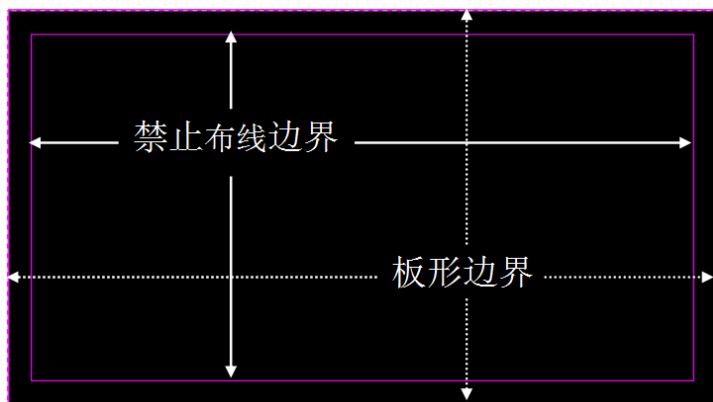

图 13-1 禁止布线（Keep-Out）区域
【例 13-1】绘制如图 13-1 所示的禁止布线区域。
(1) 打开本例对应的电子资源 Voltage_Meter.PrjPCB 工程, 双击 Voltage_Meter.PcbDoc 进入 PCB 编辑环境。
(2) 单击板层标签 Keep-Out Layer 切换到禁止布线层。
(3) 执行菜单命令 Place » Line [P, L], 或者单击 Utilities 工具栏上的按钮, 在弹出的子工具栏中单击按钮, 进入放置直线模式。
(4) 在编辑窗口合适位置单击鼠标左键, 确定起点, 然后移动光标至合适的位置分别双击鼠标左键确定禁止布线矩形边界的其余三个顶点, 最后回到起始点附近单击, 并单击右键两次退出放置状态, 这样就绘制了一个闭合的矩形边界。
(5) 如果绘制完成后发现边界有缺口, 则可以放大编辑窗口区对缺口处的顶点进行移动微调, 实现完全闭合。添加了禁止布线区域的电路板如图 13-1 所示。